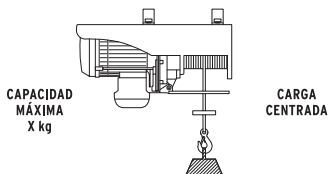

FIG.7
5. Para elevar cargas de x kg y a una altura de 12 m solo es necesario utilizar el gancho elevador (FIG.7).